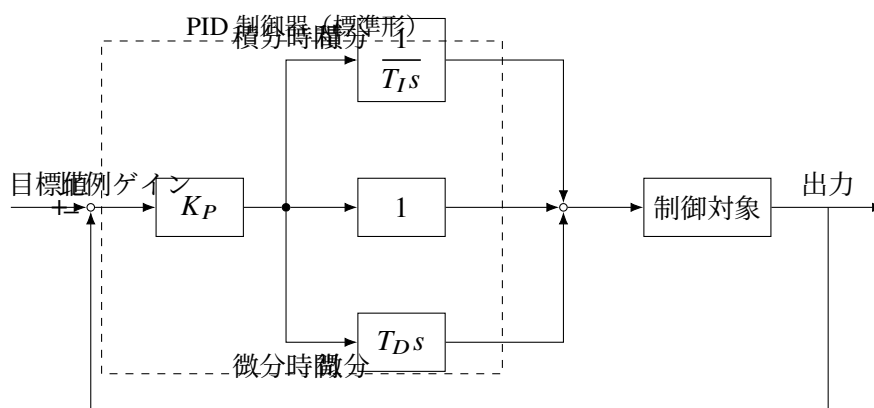

図 2 PID 制御のブロック図（第 2 形式：標準型）
- (i) ステップ応答の測定結果、またはステップ応答の計算値から図 2 のむだ時間 L 、変曲点の傾き R を読み取る。